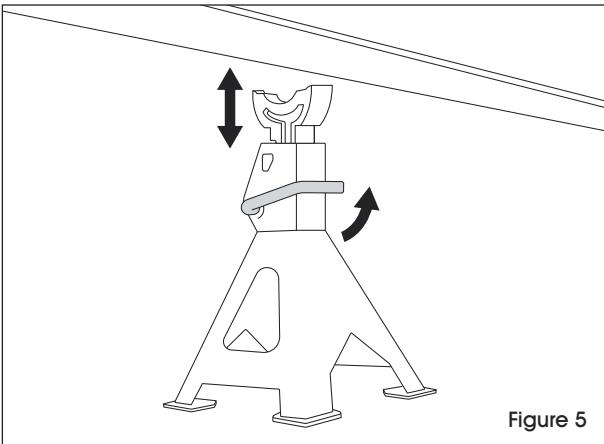

Figure 5
- Adjust stands by holding lock lever up while lifting saddle bar to desired height. (See Figure 5)
- Ajustez les chandelles en maintenant le levier de verrouillage vers le haut tout en soulevant la barre de selle à la hauteur souhaitée. (Voir Figure 5)